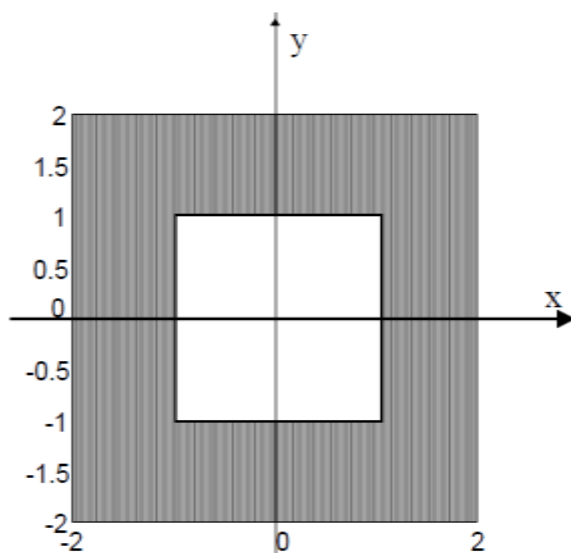

Рисунок 9 - Конденсатор квадратного поперечного сечения
**Задача 2.1.** Рассчитать емкость метрового конденсатора квадратного сечения, сторона внешней обкладки которого равна 4 см, а внутренней – 2 см (смотри рисунок 9). Для расчетов вследствие симметрии достаточно смоделировать только  $\frac{1}{4}$  конденсатора, а потом полученные аддитивные величины умножить на 4. Диэлектрик между пластинами – воздух.